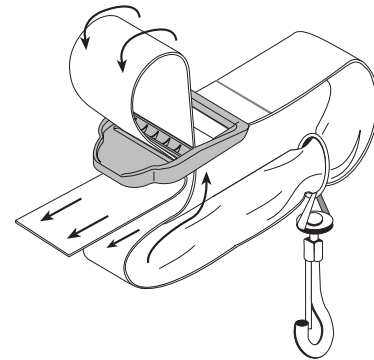

Fig. 6
2. Tirez la bandoulière par-dessus la traverse et à travers la fente de la boucle (Fig. 6).